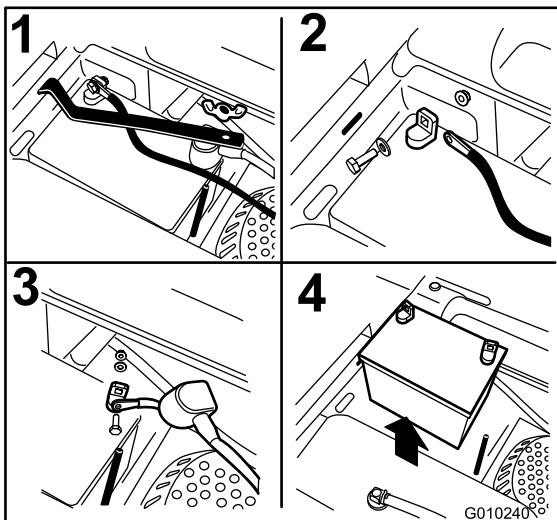

Figura 53
3. Retire la tuerca de orejeta que sujeta la abrazadera de la batería (Figura 53).
4. Retire la abrazadera (Figura 53).
5. Primero desconecte el cable negativo (negro) del borne negativo (-) (negro) de la batería (Figura 53).
6. Retire la cubierta de goma roja del borne positivo (rojo) de la batería y retire el cable positivo (+) (rojo) (Figura 53).
1. Coloque la batería en la bandeja con los bornes en el lado opuesto al depósito de combustible (Figura 53).
4. Fije los cables con 2 pernos, 2 arandelas, y 2 contratuercas (Figura 53).
6. Instale la abrazadera y sujetela con la tuerca de orejeta (Figura 53).